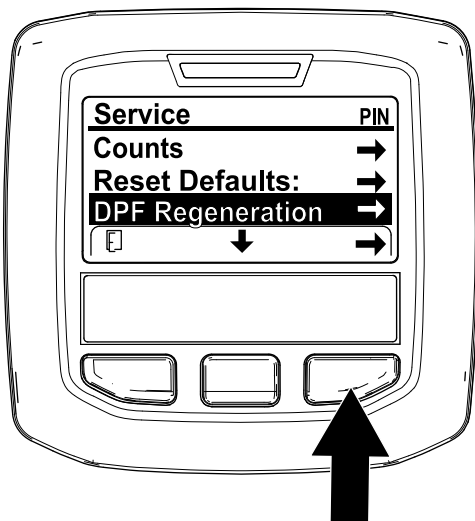

Figure 69
- Dans le menu Entretien, utilisez le bouton central pour naviguer jusqu'à l'option DPF REGENERATION (régénération du FAP) (Figure 69).
- Appuyez sur le bouton droit pour sélectionner l'option DPF Regeneration (Figure 69).